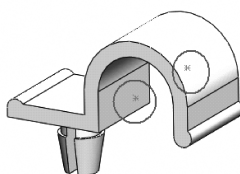

图 8-27 创建两个草图点
- 2) 在两个半圆中心处分别创建两个草图点，如图 8-27 所示。